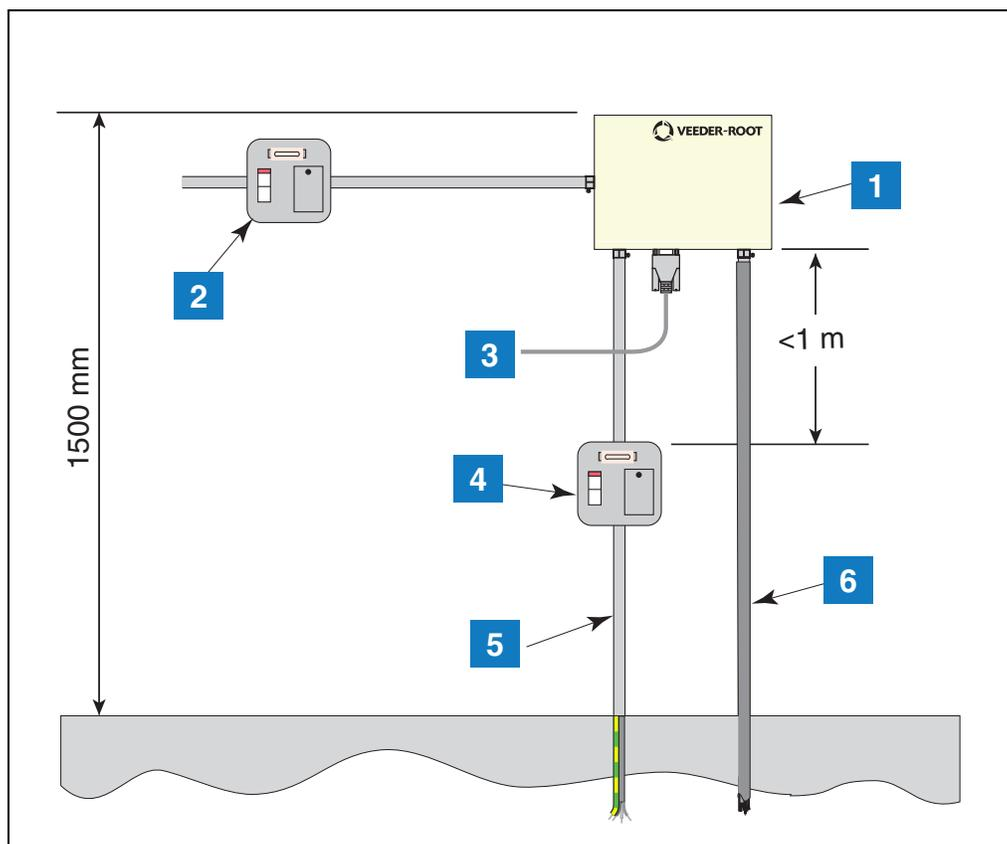

Figura 3. Ejemplo de instalación de TLS2, TLS-50 y TLS-IB
**LEYENDA PARA LOS CUADROS NUMERADOS DE LA Figura 3**